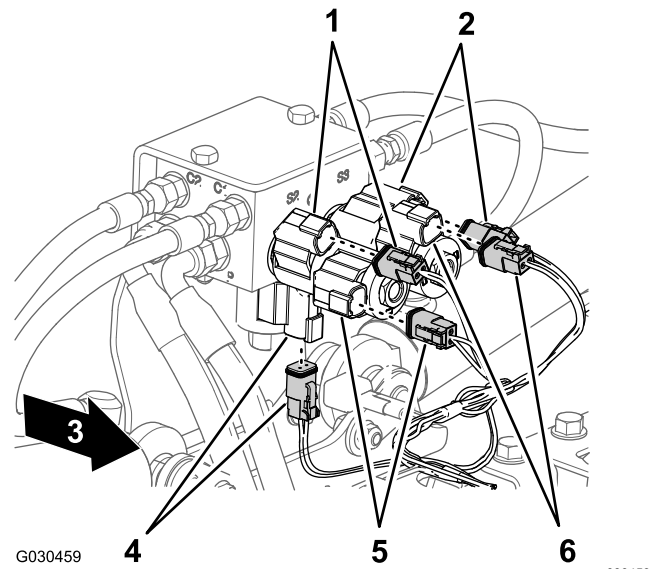

Рисунок 57
4. В задней части машины отсоедините описанные ниже 2-гнездовые разъемы (Рисунок 57) коллектора подъемного цилиндра следующим образом: